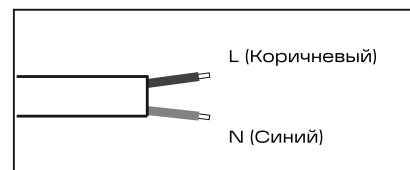

Рис. 1
- Выполните электрическое подключение осветительного прибора согласно рис.1.